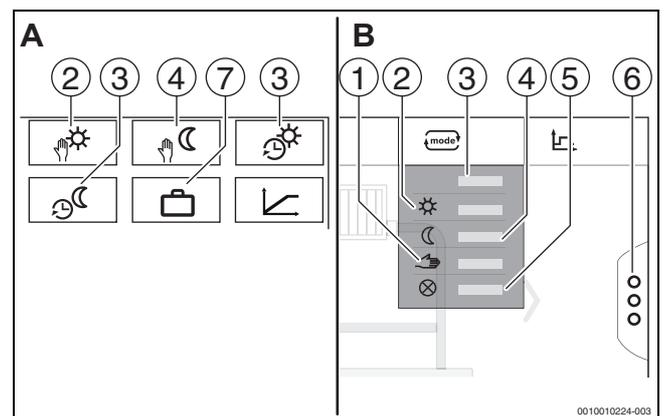
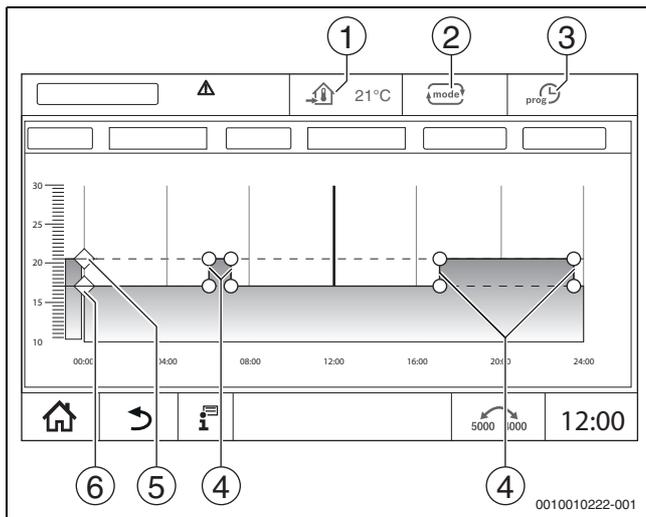

Bild 38 Ansichten Betriebsarten
Bild 39 Automatik Absenkbetrieb im Zeitprogramm ändern
Für die Betriebsarten (→ Bild 39, [2], Seite 66) und die erweiterten Funktionen (→ Bild 38, [6], Seite 38) können jeweils eigene Temperaturen und Umschaltkriterien eingestellt werden. Die Einstellungen können für jeden Heizkreis und jede Betriebsart separat vorgenommen werden.
- **Manuell Heizbetrieb** (→ Bild 38, [2])
- **Manuell Absenkbetrieb** (→ Bild 38, [4])
- **Urlaub** (→ Bild 38, [7])
Der **Automatik Heizbetrieb** wird über die Parameter in den Servicemenüs vordefiniert. Die Parameter lassen sich im Zeitprogramm ändern (→ Bild 39, [4], [5], Seite 66).
Der **Automatik Absenkbetrieb** wird über die Parameter in den Servicemenüs vordefiniert. Die Parameter lassen sich im Zeitprogramm ändern (→ Bild 39, [4], [6], Seite 66).
- ▶ Temperaturen durch Verschieben der Punkte (→ Bild 39, [5], [6]) ändern.